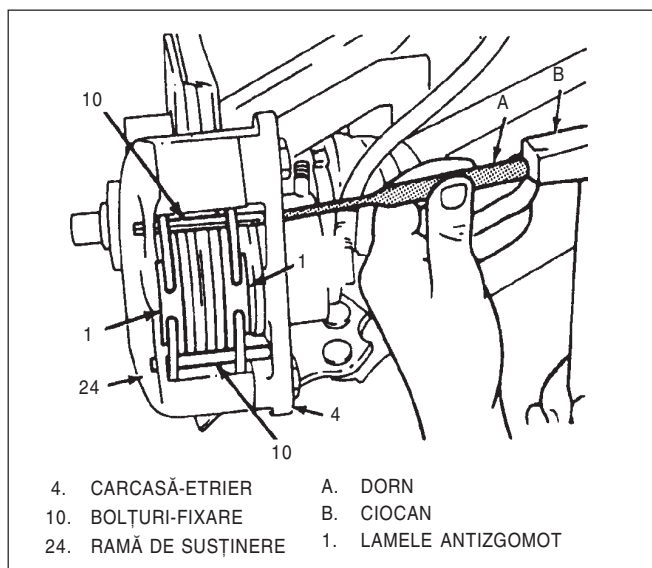

Fig. 2 Scoaterea bolțurilor de fixare
- 2) Bolțurile de fixare utilizând un ciocan și un dorn. Se scot dinspre interior spre afară (Fig. 2).